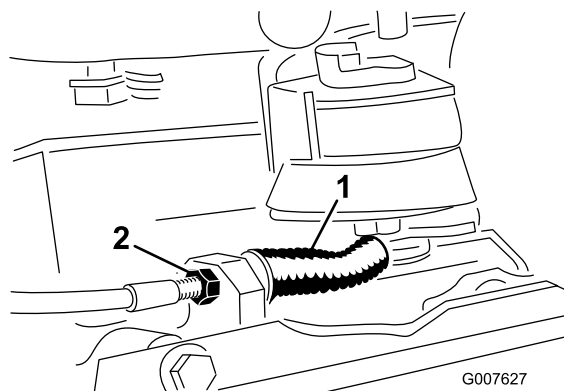

Figure 27
3. Pour accroître la tension du câble, desserrez l'écrou de blocage avant et serrez l'écrou de blocage arrière (Figure 27) jusqu'à ce qu'une force de 2,3 à 3,2 kg soit requise pour serrer le frein. Mesurez la force au bouton du levier. Ne tendez pas le câble au point que la bande du frein frotte en permanence.